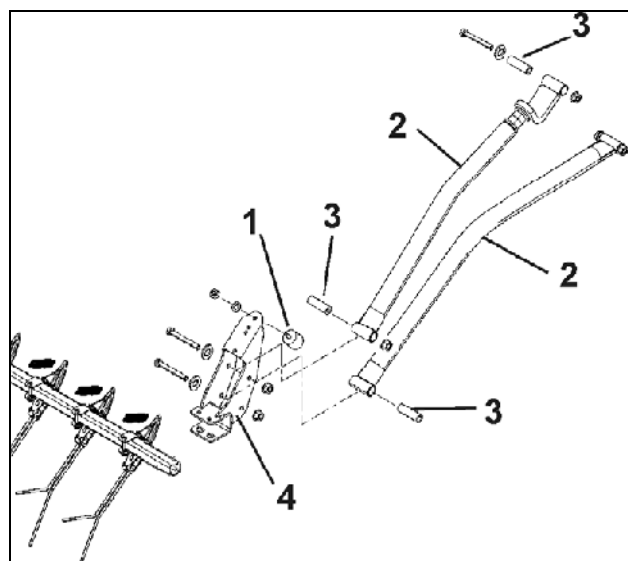
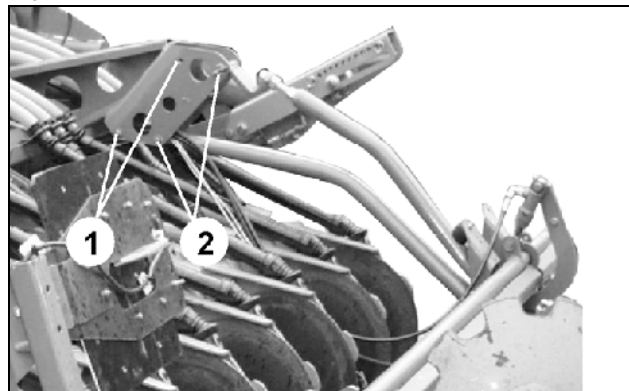

Fig. 36
Fig. 37
- Tampoanele metalice oscilante (Fig. 36/1) se fixează cu șuruburi.
- Barele de susținere (Fig. 36/2) cu bușele lagărelor (Fig. 36/3) se înșurubează în suporturile (Fig. 37/1, 2) și buzunarele (Fig. 36/4) grapei Exakt.
- Se utilizează punctele de fixare (Fig. 37/1) din cazul folosirii grapelor WS sau ROTEC.
- Se utilizează punctele de fixare (Fig. 37/2) din cazul folosirii grapelor ROTEC+.